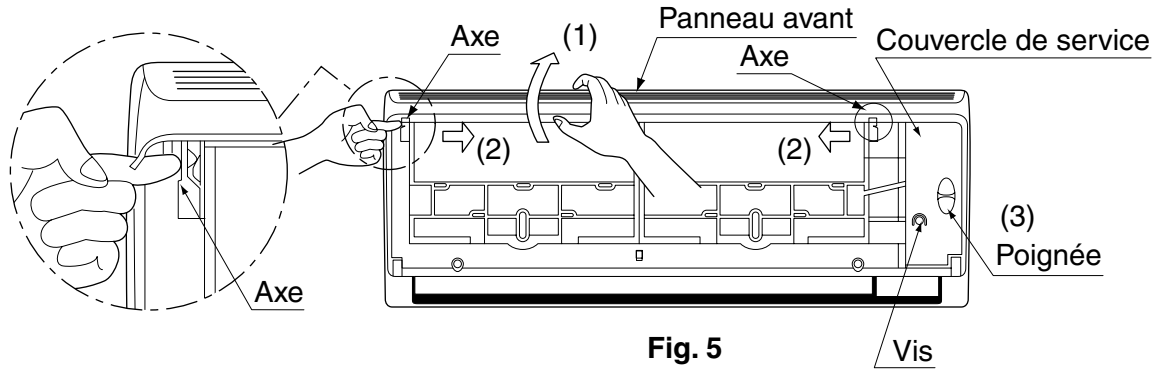

Fig. 5
(4) Enlevez le panneau avant et le couvercle de service. (Reportez-vous à la Fig. 5)